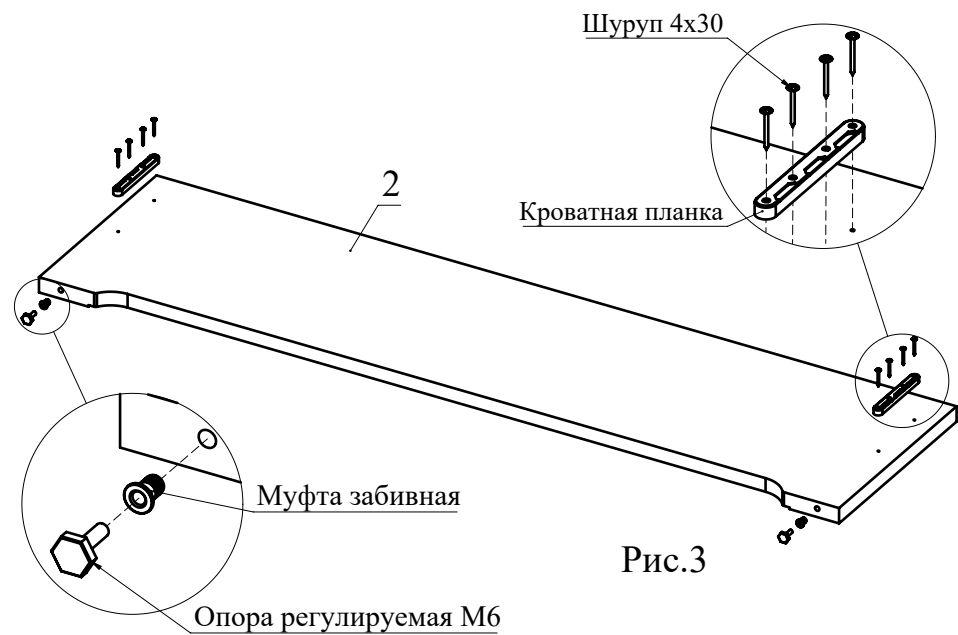
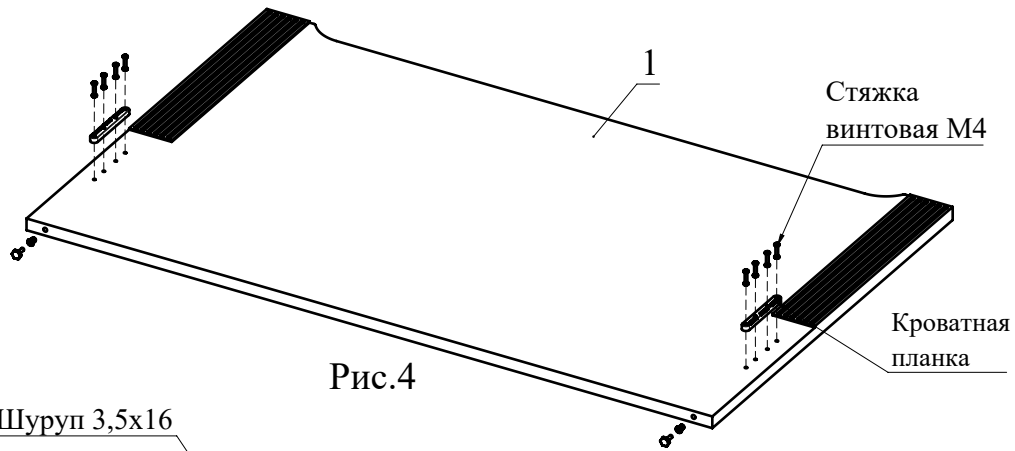

Рис.3
Рис.4
3. В торцевые отверстия деталей 1, 2 вбейте муфты забивные для опор. В муфты забивные вкрутите опоры регулируемые (Рис. 3, Рис. 4).
4. С помощью шурупов 4х30 прикрутите кроватные планки к детали 2 (Рис. 3).
5. С помощью стяжек винтовых М4 соедините кроватную планку с деталью 1 (Рис. 4).